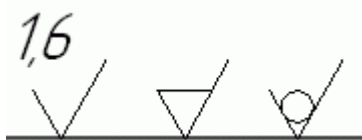

Рис. 2.51. Примеры обозначения шероховатости в КОМПАС
**Шероховатость** – позволяет размещать на графических объектах (или на их продлении) знаки шероховатости (рис. 2.51). Можно использовать структуру обозначения знака по ГОСТ 2.309—73 или более позднюю редакцию, соответствующую изменению № 3 от 2003 года в ГОСТ 2.309—73. Выбрать структуру обозначения можно на вкладке **Новые документы** диалогового окна **Параметры** в разделе **Графический документ > Шероховатость**. Для установки знака шероховатости достаточно указать кривую, на которой он будет размещен, выбрать тип знака, а также при необходимости заполнить надписи.